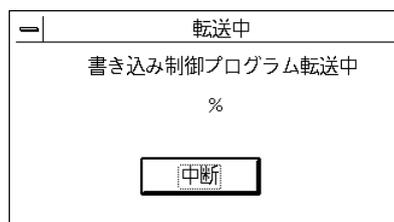

図 2.7 ユーザ書き込み制御プログラム転送中ダイアログボックス
- (2) F-ZTAT マイコン側をブートモードに設定した後、[OK] ボタンを選択すると、図 2.7 の書き込み制御プログラム転送中ダイアログボックスを表示し、ユーザ書き込み制御プログラムの転送を開始すると共に、転送経過をパーセンテージ表示します。
- (1) 図 2.5 の起動ダイアログボックスで、ユーザプログラムモードを選択すると、図 2.7 のユーザプログラムモードダイアログボックスを表示します。